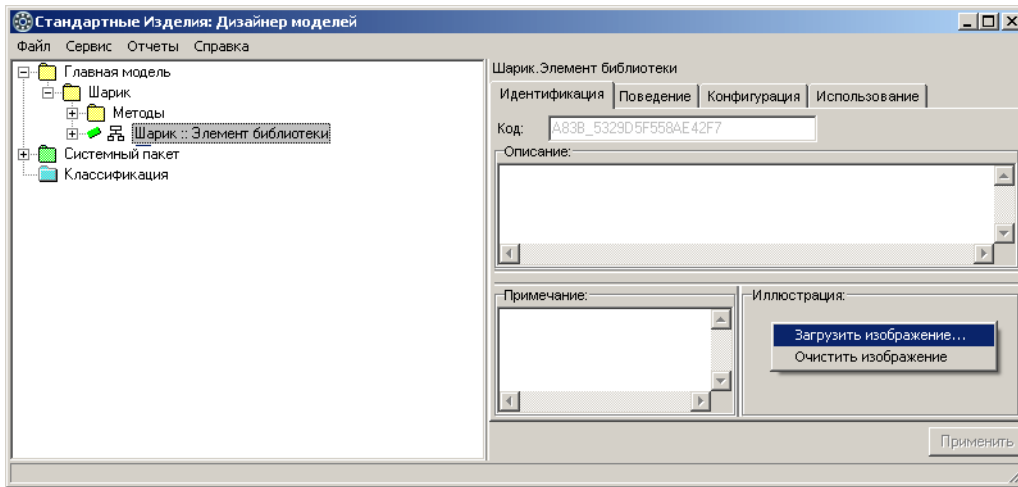

Рис. 3.40.
2. Щелкните правой клавишей мыши по области **Иллюстрация** и вызовите из контекстного меню команду **Загрузить изображение** (рис. 3.40). Откроется окно стандартного диалога Windows.